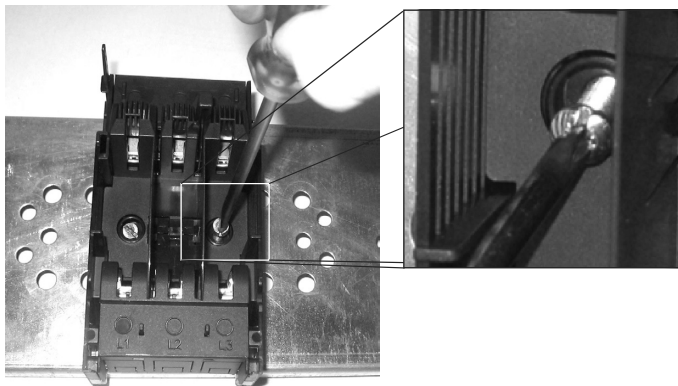

Figura 8
- Fixe a seccionadora com parafusos M6 (Figura 8);